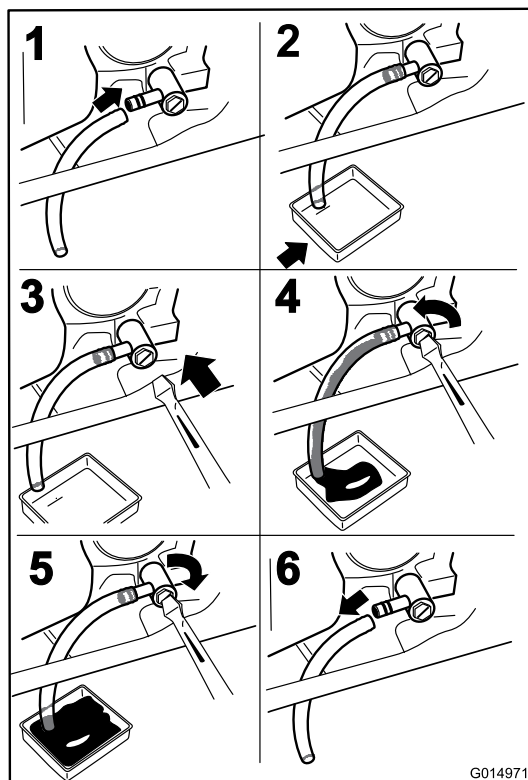

Figura 39
3. Prima di scendere dal posto di guida dell'operatore, spegnete il motore, toglie la chiave di accensione e attendete che si fermino tutte le parti in movimento (Figura 39).